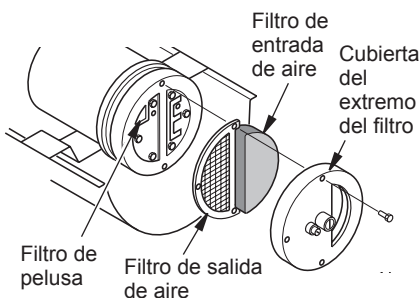

Figura 10 - Filtros de salida de aire, entrada de aire y de pelusa
2. Extraiga los tornillos de la cubierta del extremo del filtro con un destornillador para tuercas de 5/16" (consulte la figura 10, página 41).